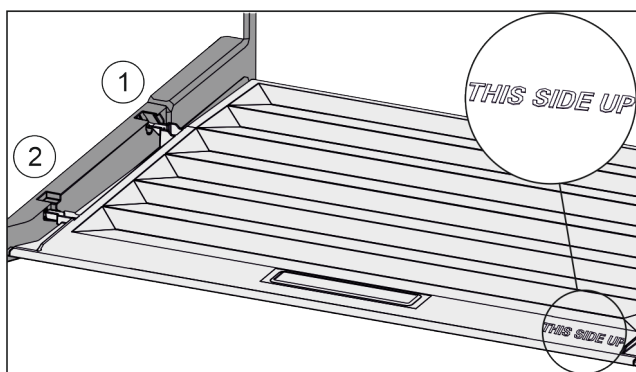

Fig. 85
- ▶ Výstupky veka zavedte cez otvor zadného držiaka Fig. 85 (1) a zaistite vpredú v držiaku Fig. 85 (2).